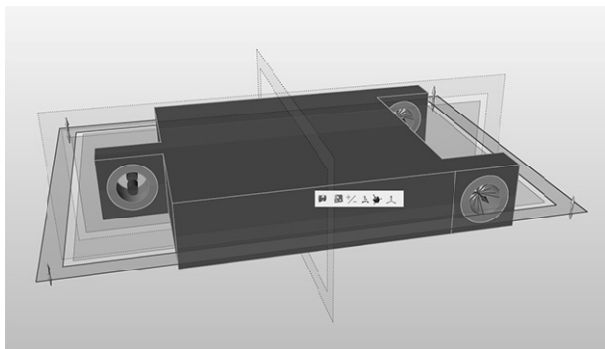

图 5-33
- 3) 单击模型视窗中的 Bracket 将其选中, 此时出现 3 个平面, 其中的蓝色平面代表当前选择的分离面, 如图 5-33 所示。